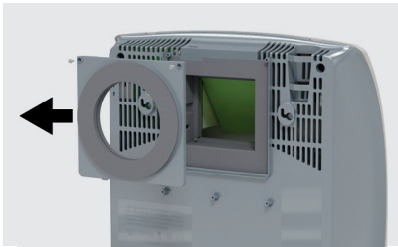

Рисунок 7
- Отвинтите два крепежных болта на задней крышке прибора. Снимите заднюю крышку потянув ее на себя и вверх (рис. 7).